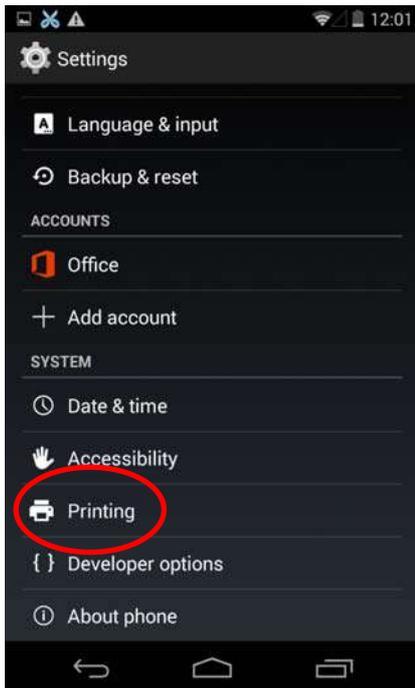

Figura 21
3.2 Encuentre “Impresión” en la interfaz de configuración e ingrese en ella (Figura 21).